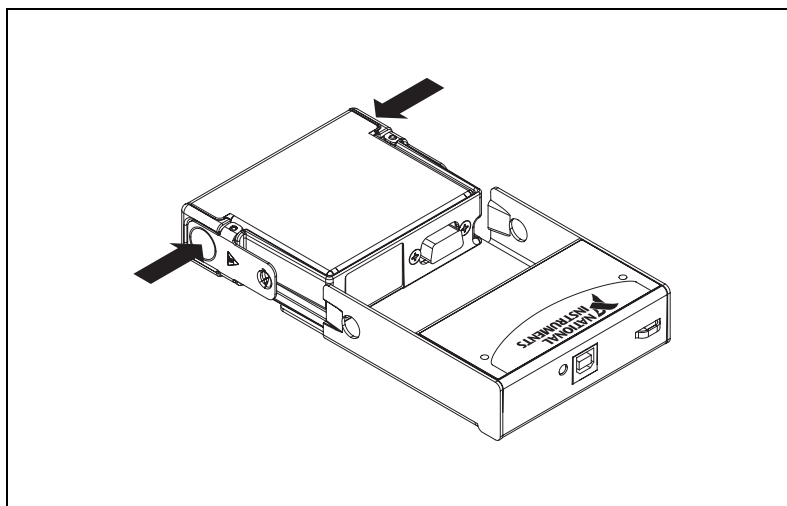

図 4 モジュールの取り付け
NI 9229/9239 モジュールと NI USB-9162 キャリアは別々に梱包されています。図 4 を参照しながら、以下の組み立て手順に従ってください。
3. 図 4 のように、I/O モジュールをキャリアに合わせます。